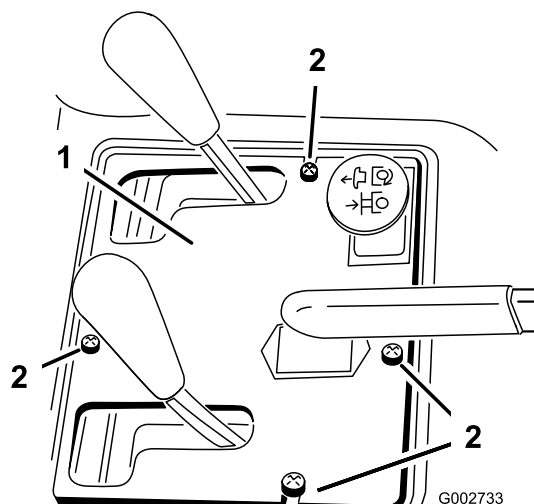

Figura 38
2. Retire los 4 pernos que fijan el panel de control al bastidor (Figura 38).